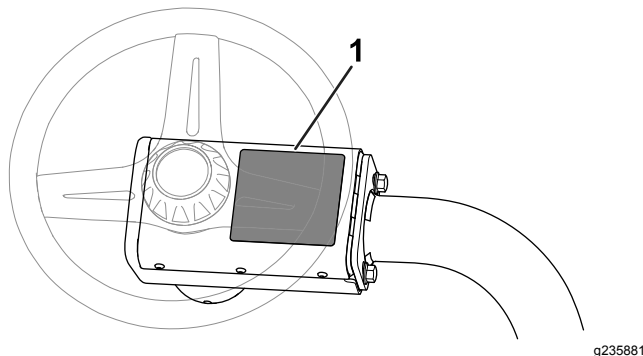

图15
- 请把 CE 警告标贴零件号为 136-8505 贴在现有警告标贴之上零件号为 136-8506 请参阅图15。